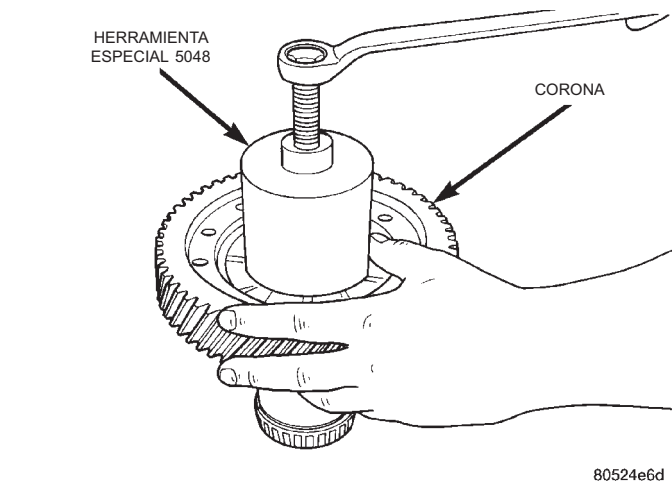

Fig. 308 Desmontaje del cono de cojinete del diferencial (lado de la corona)
(4) Utilice la herramienta especial Miller 5048, los collares 5048-3 y el botón L-4539-2 para desmontar el cono de cojinete del diferencial en el lateral del retenedor de cojinete trasero.
(5) Utilice la herramienta especial Miller 5048, los collares 5048-4 y el botón L-4539-2 para desmontar el cono de cojinete del diferencial situado en el lateral del retén de cojinete (Fig. 306) (Fig. 307) (Fig. 308).